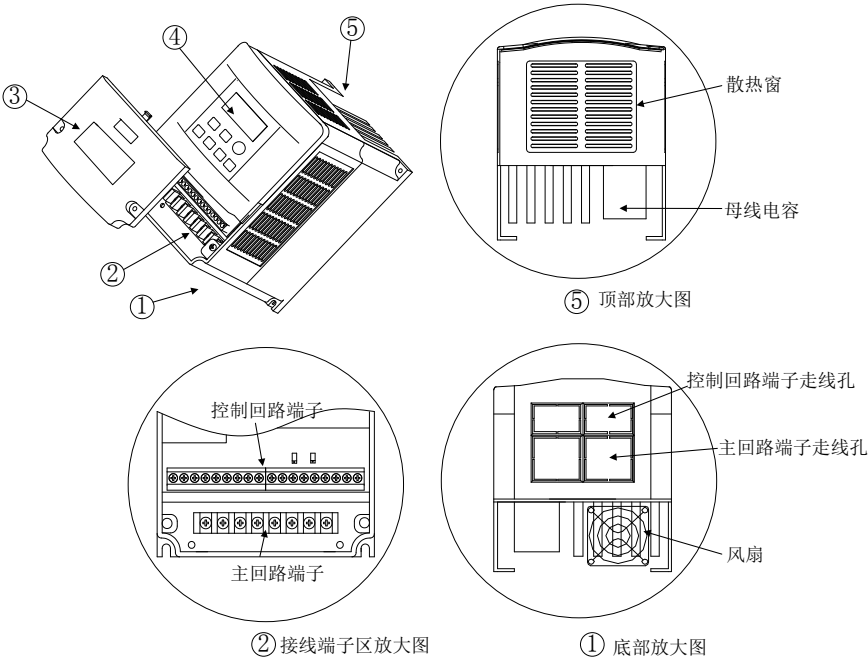

图 1-4-3 S 系列产品外部结构特征
VIT200Sxxx 系列变频器外部结构特征如图 1-4-3 所示。①变频器底视图；②接线端子区；③盖板；④操作面板；⑤变频器顶视图。